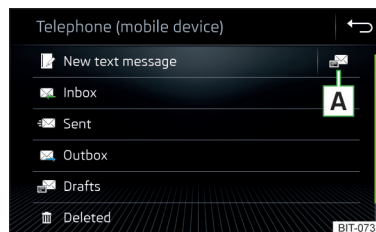

Abb. 151
- ▶ Im Hauptmenü *Telefon* die Funktionsfläche antippen, es wird das Hauptmenü für Textmitteilungen angezeigt » Abb. 151.
- › **Abb. 151 auf Seite 137.**